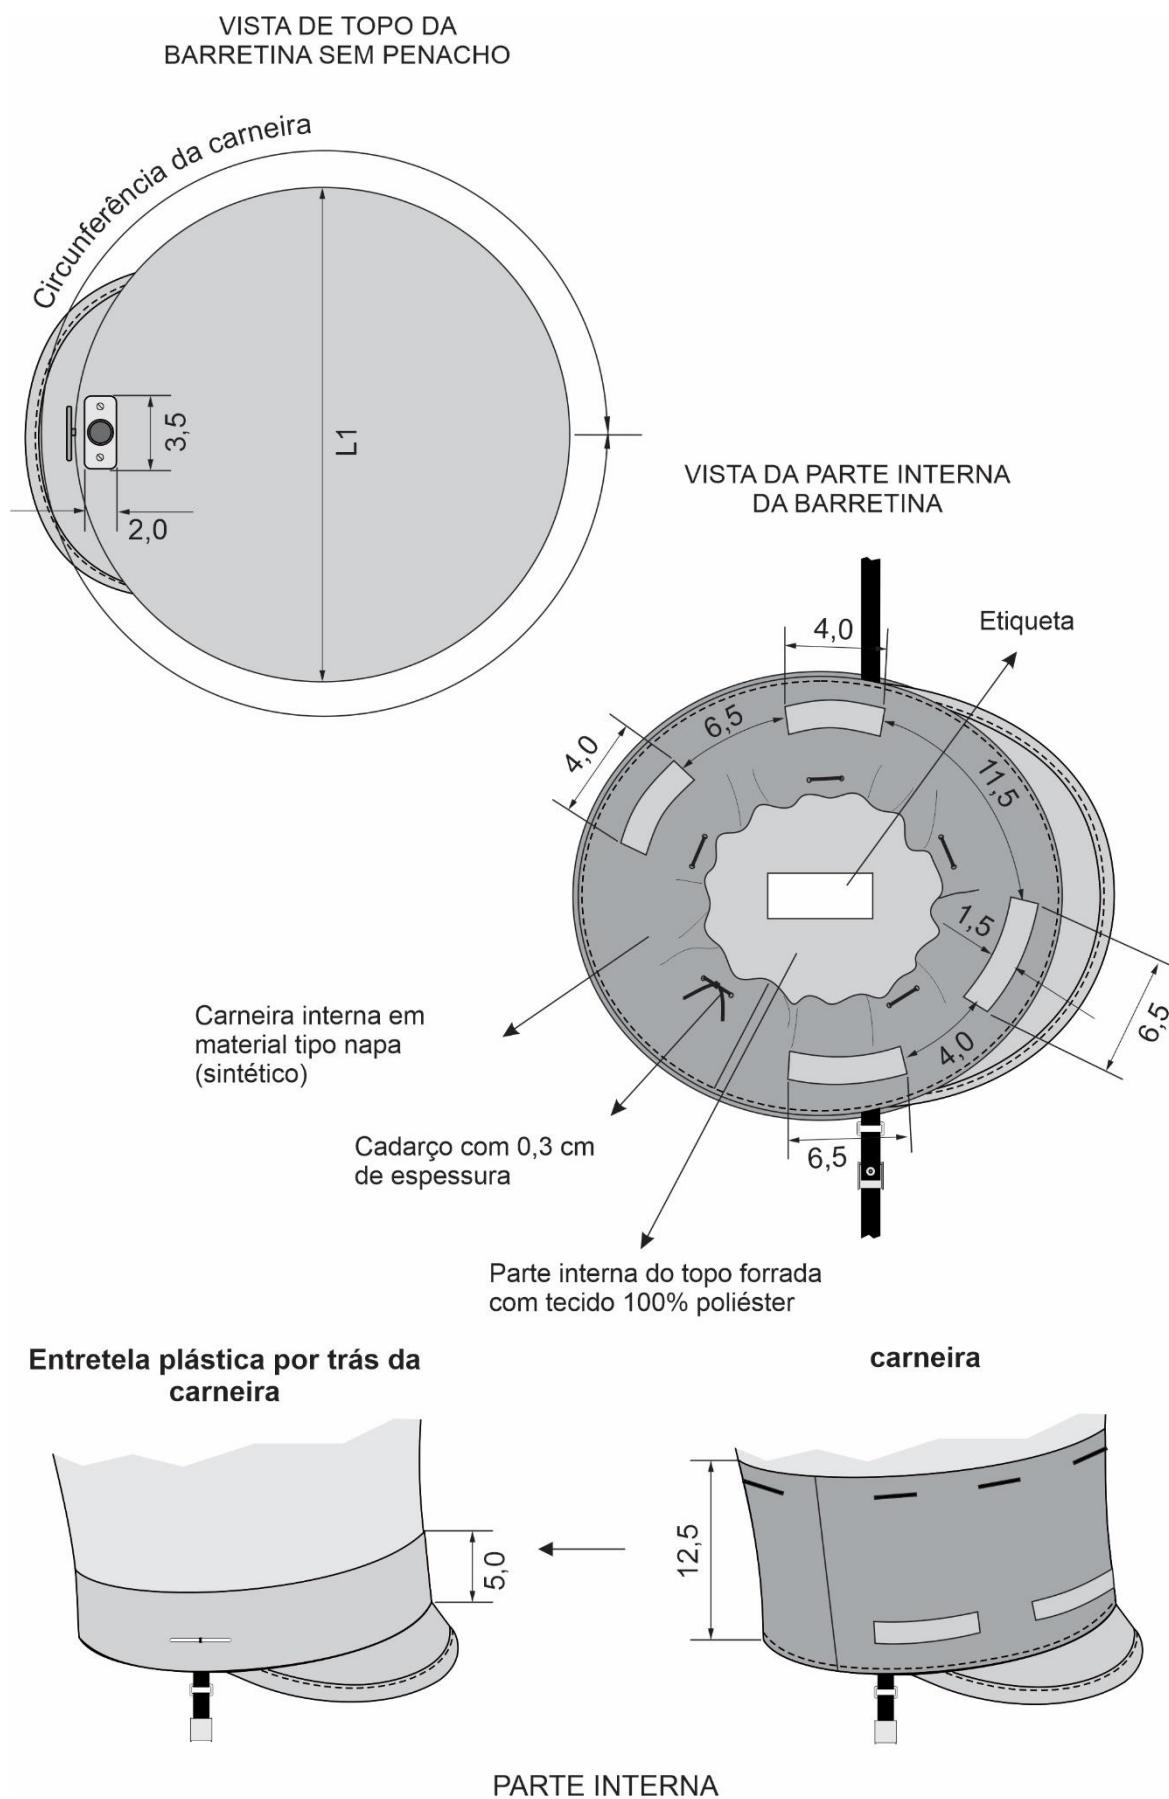
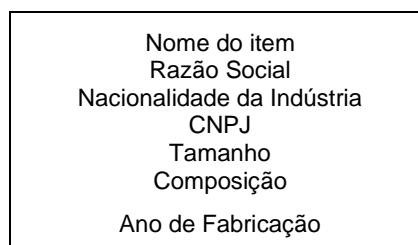

Figura 4 – Detalhes do topo e parte interna da barretina
Figura 12 - Vista da etiqueta
Carneira material tipo Napa sintético cor preto, ficando posicionada junto à base inferior da copa, acompanhando a circunferência da mesma, medindo 12,5 cm de largura com 8 cortes (aberturas) para passagem de um cadarço de gorgorão medindo 1,5 cm de largura para fixação da carneira e 10 furos na borda superior da carneira para passagem de um cordão sintético medindo 0,3 cm de espessura para ajuste superior da carneira para acomodação da cabeça do usuário (ver figura 4 e 5);
Na base inferior da barretina, por trás da carneira, é aplicada uma entretela plástica de Polietileno de alta densidade (PEAD) na cor preta medindo 5,0 cm de largura para estruturação da base da barretina (ver figura 4);
Etiqueta de identificação e conservação da peça, inserida internamente no forro da cobertura da copa (ver figura 4) e item 4.6 (figura 12);